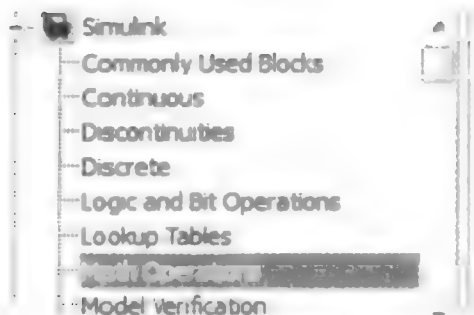
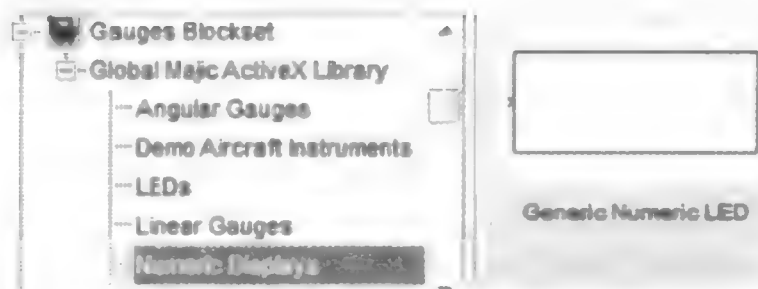
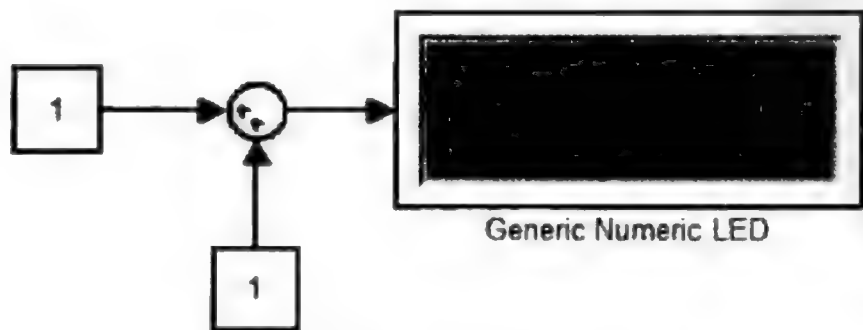

图 7.2.56 Sum 模块
图 7.2.57 Generic Numeric LED 模块
图 7.2.58 功能验证模型
在 Simulink 模块库中找到图 7.2.56、图 7.2.57 所示模块,并按图 7.2.58 所示连接,建立一个简单的加法模型,对于实际应用,加法模块可以替换成各种具体的算法。
(1) 数据类型转换。在模块库 Simulink→Ports & Subsystems 中找到输入模块与输出模块,替换图 7.2.58 中的常数与 LED 模块,并将模型另存。